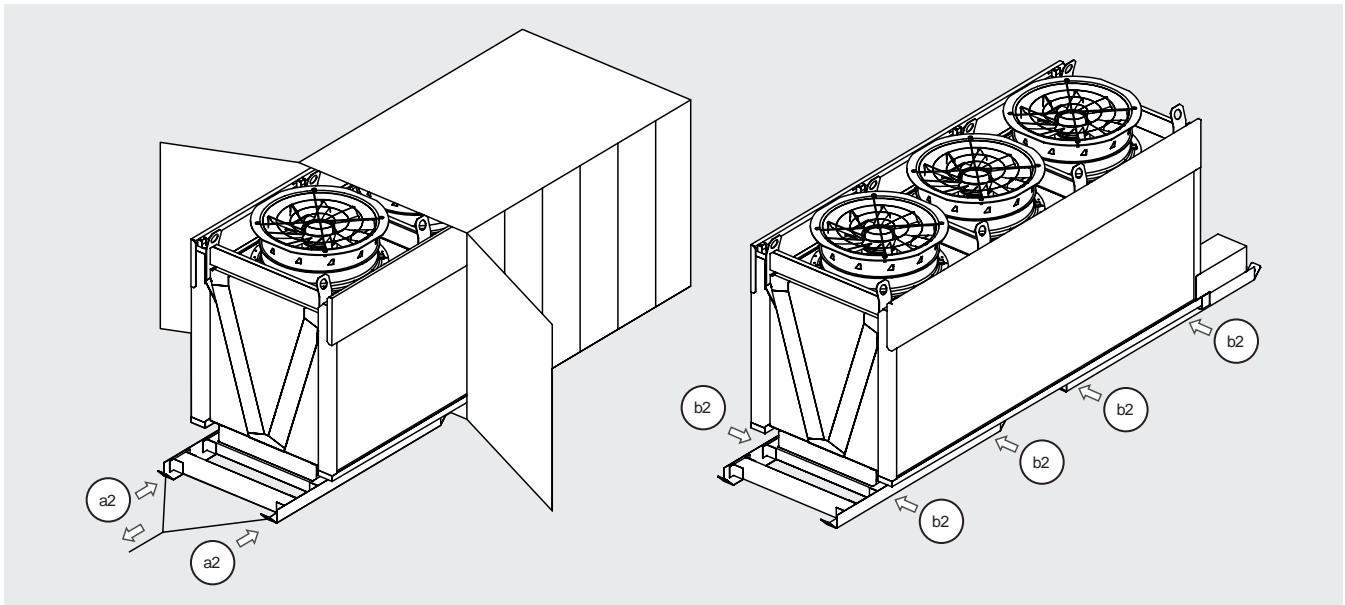

Figura 7
5.11 Nel caso in cui il modello sia trasportato in container, opzione disponibile solo per modelli ad 1 fila di ventilatori, utilizzare i due golfari (a2) per estrarre il modello. Tirare lentamente senza strappi. Utilizzare un carrello elevatore (posizionato lateralmente) o un sistema equivalente per trascinare il modello fuori dal container. Svitare i bulloni (b2) per liberare la slitta. V. Figura 7.